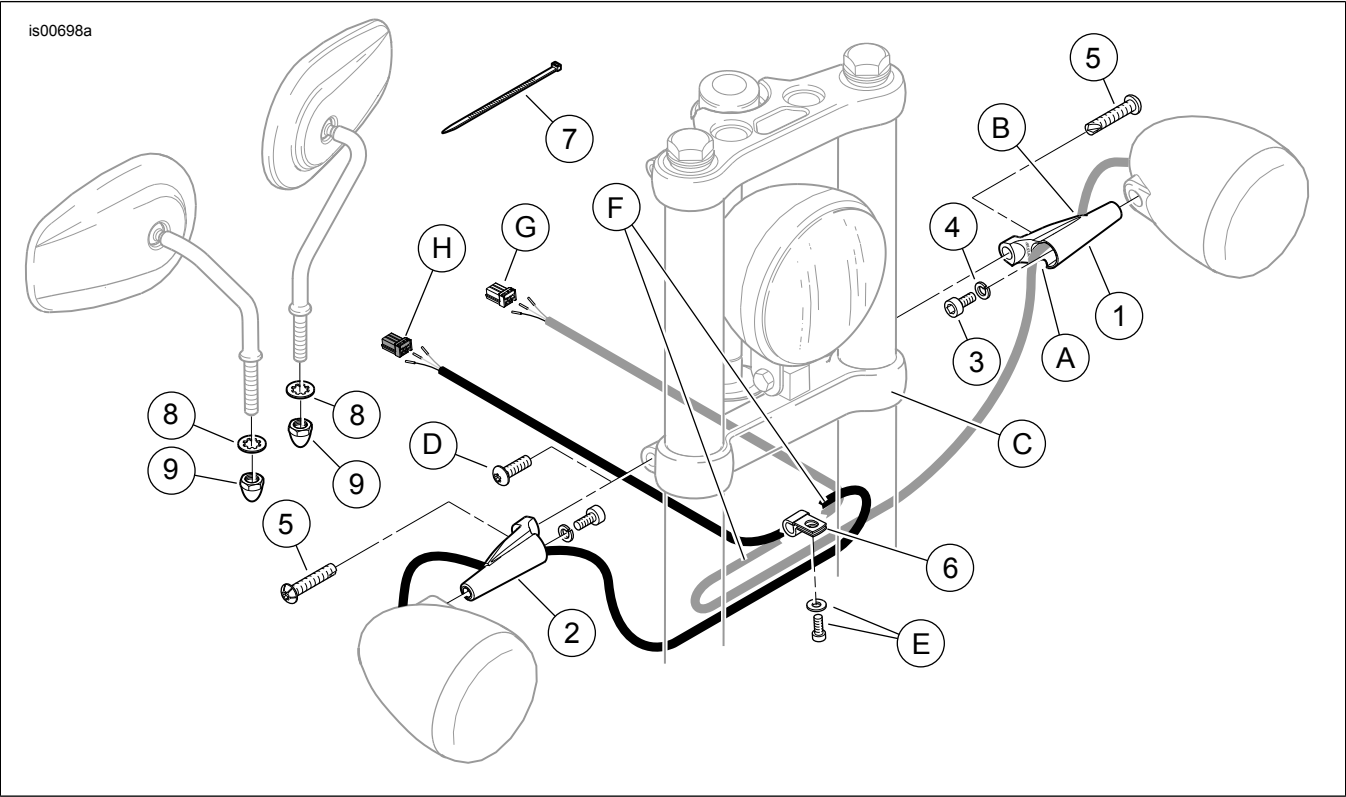

Abbildung 4. Ersatzteile, Vorderer Blinkerumbausatz
19. Siehe Abbildung 4. Die Blinkerstiele aus dem Teilesatz bereitlegen. Der linke (1) und rechte (2) Stiel kann durch die Teilenummer erkannt werden, die am breiten Ende angegeben ist, oder durch Platzieren der Stiele mit der Kabelkerbe (A) an der Unterseite der Einbaustelle auf der unteren Gabelhalterung.
29. Siehe Abbildung 4. Die Kabel hinter den Gabelrohren verlegen. Die beiden Blinkerkabel durch die neue P-förmige Schelle vom Ausgangspunkt weg (F) verlegen, damit das Kabel zurück zur zugehörigen Blinkerlampe geführt wird. Die Kabel durch die P-förmige Schelle straffziehen und die Kopfschraube auf ein Drehmoment von 11,3–13,6 N·m (8,3–10,0 ft-lb) anziehen. Die Kabel vom rechten Blinker sollten nun zur rechten Fahrzeugseite und die linken Kabel zur linken Seite zeigen.